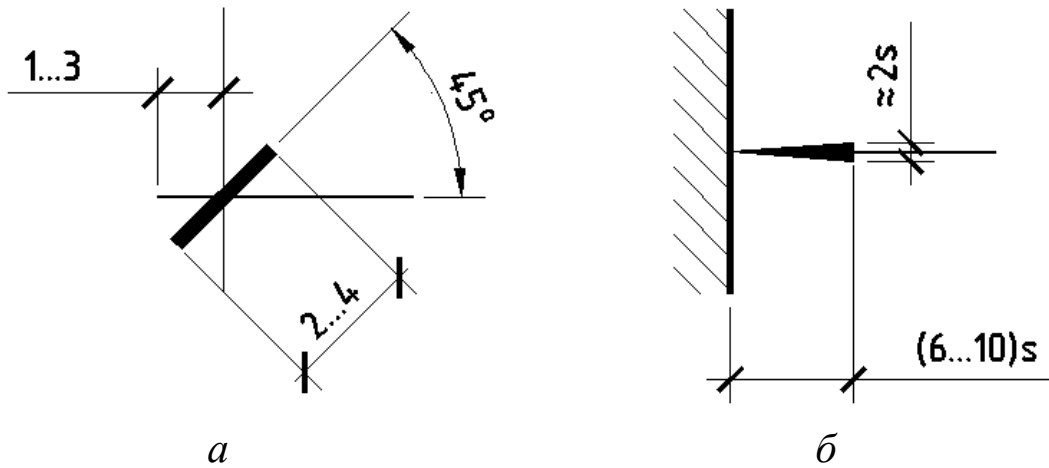

Рисунок 1.4 – Ограничение размерных линий: а – засечкой; б – стрелкой
– точки – при недостатке места для засечек на размерных линиях, расположенных цепочкой, засечки допускается заменять точками (см. рисунок 1.4).